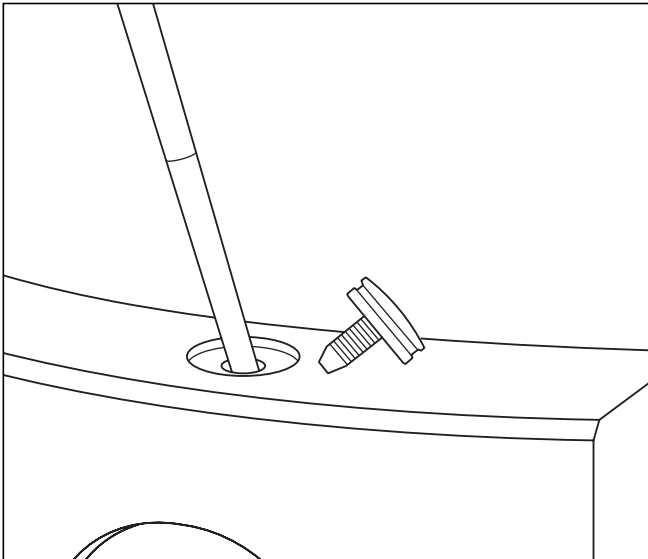

Abb. 8.11 Lösen des Federverschlusses
- Drücken Sie auf die unter der Bohrung liegenden Feder, z. B. mit einem Schraubendreher. (siehe Abb. 8.11).